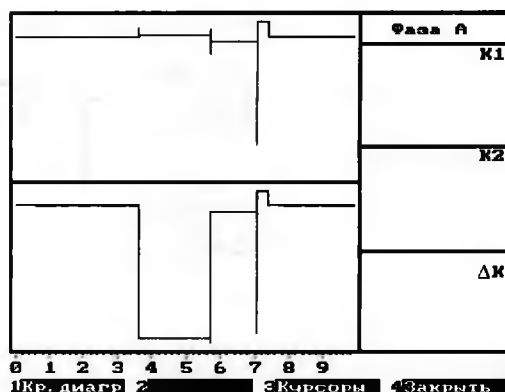

Рис. 11.27
11.7.2. Кнопками ↑ и ↓ выбрать для просмотра одну из фаз и нажать ВВОД (рис.11.27). Ток на графике представлен в условных единицах.